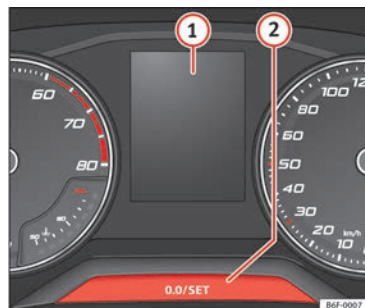

Fig. 50 Quadro strumenti
L'indicazione degli intervalli Service appare sul display del quadro strumenti >>> **fig. 50 ①**.